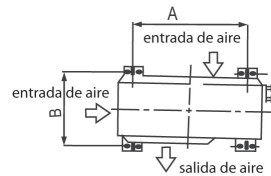

ilustración 40
- Si se precisa un soporte para la instalación, el soporte debe estar de acuerdo con el diagrama de instalación. (Ilustración 40) La pared de la instalación debe ser de ladrillo sólido, concreto o de algún material similar, de no ser así se deben tomar las medidas necesarias para reforzar el soporte. La conexión entre el soporte y la pared y entre el soporte y el Acondicionador de Aire deben ser firmes, estables y confiables.
2. Retire la cubierta frontal del chasis y la cubierta frontal del armazón, tal y como se muestra en la ilustración 40. A continuación retire la cubierta del cuadro de terminales aflojando el tornillo.